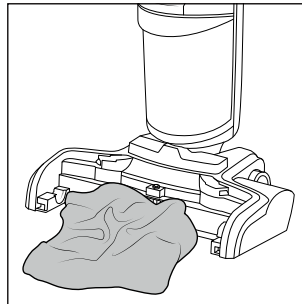

Abb. 36
- ◆ Sollte die Bürstenkammer verschmutzt sein, säubern Sie diese mit einem feuchten Lappen oder Tuch (siehe Abb. 36).